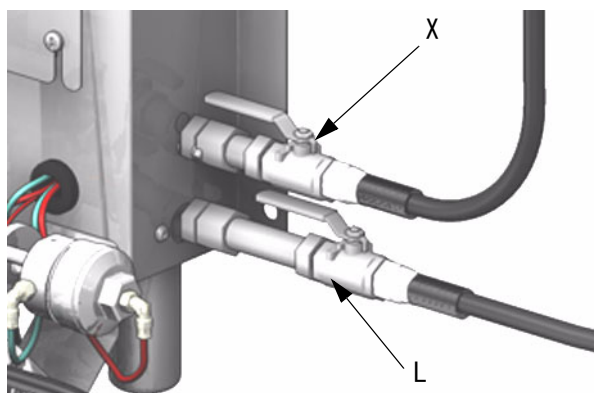

図. 14
2. 壁面取付液体パネル上だけにエアフィルタインレット  にブリード型シャットオフバルブ (L) を取り付けます 図. 14。
4. 壁面取付液体パネル上のエアフィルタインレット  にブリード型シャットオフバルブ (X) を取り付けます 図. 14。
5. シャットオフバルブ (X) にエア供給ラインを接続します。このラインは溶剤およびエアパージシークェンス用のエアを供給します。汚れ、湿気のないエア供給を使用するようにして下さい (必要に応じてフィルタ / ドライヤを取り付けます)。